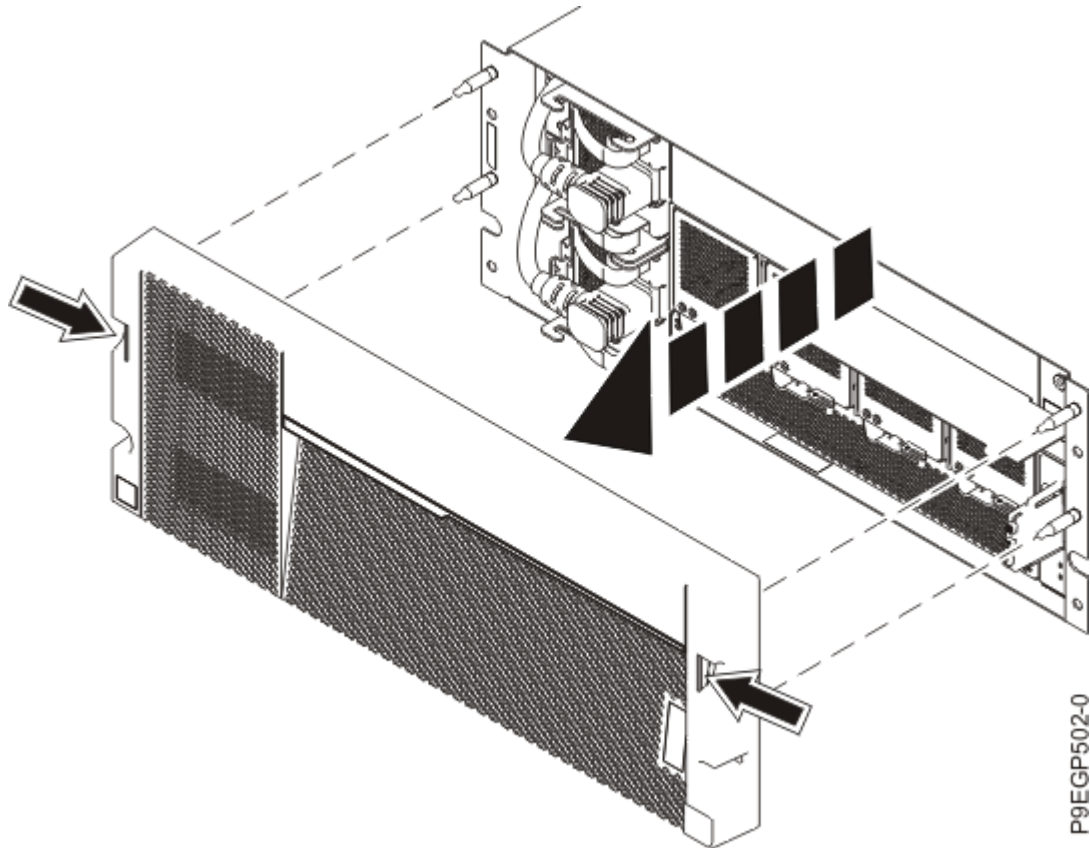

图 8: 取下盖子和服务信息卡
- b. 如 第 11 页的图 8 所示，使用抽屉两侧的两个蓝色触摸点，直接拉出挡板，从抽屉前部取下挡板。